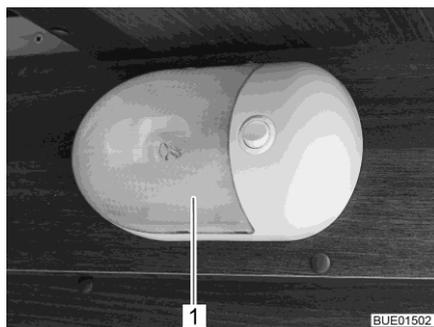

Fig. 295 Lampada a parete
- Comprimerne leggermente sui due lati la copertura trasparente (Fig. 295,1), staccarla appena dall'interruttore e tirarla in avanti.